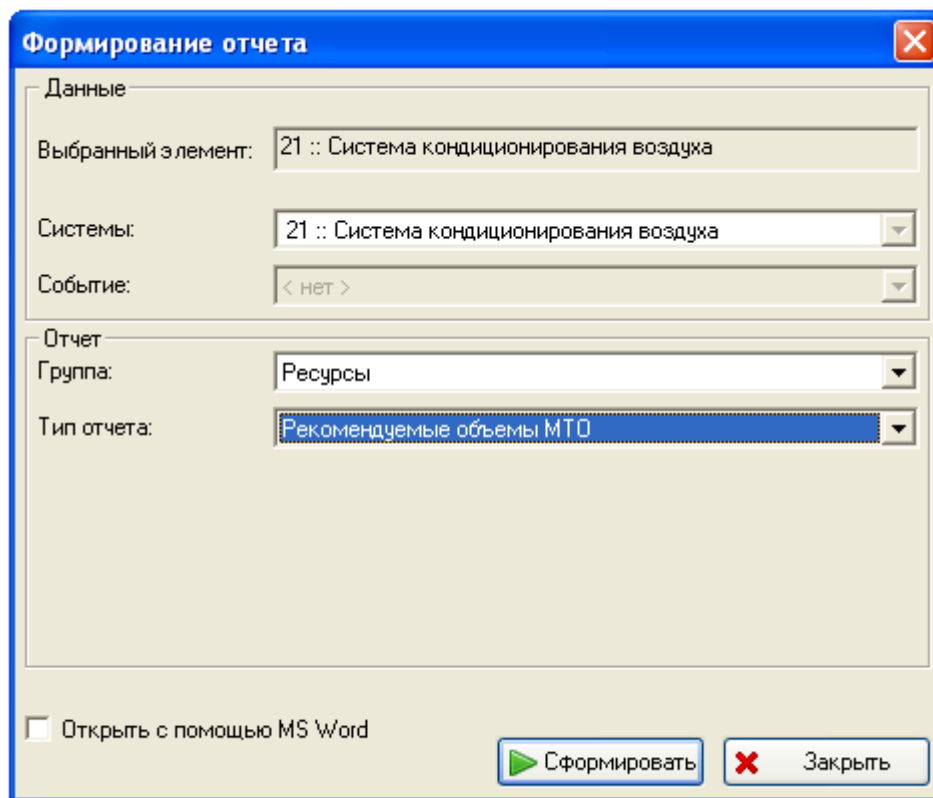

Рис. 9-15
2. На панели инструментов нажмите на кнопку **Создать отчет** . После этого откроется окно **Формирование отчета** (рис. 9-15).